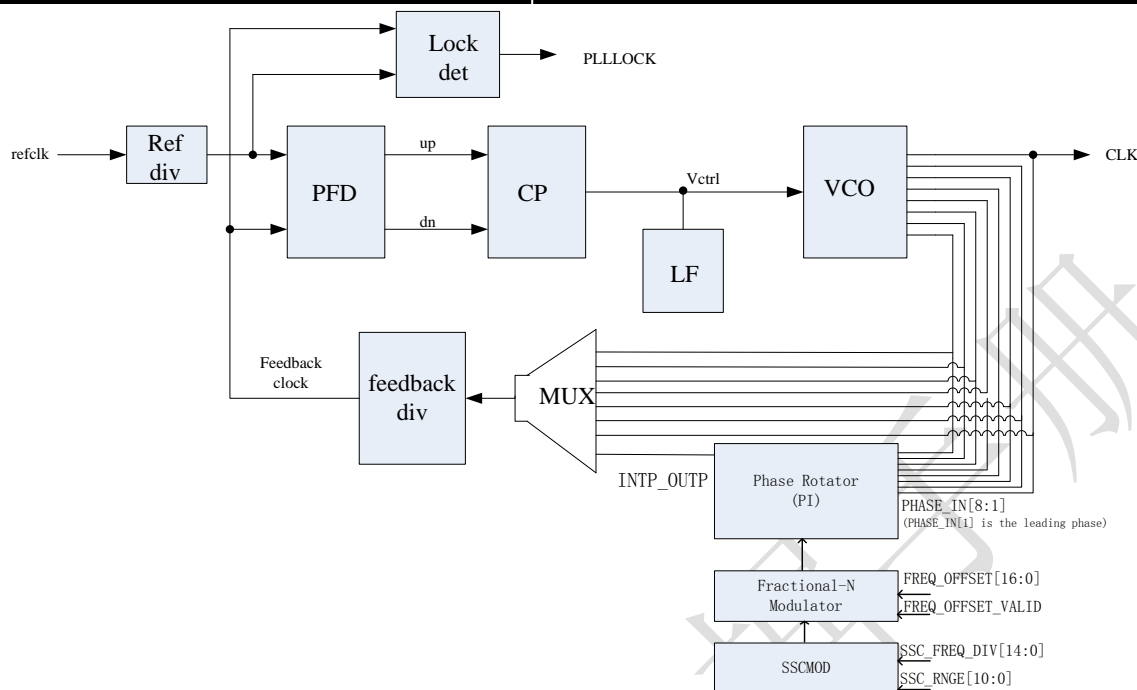

图 2.5-9 : ELF2 系列 PLL 系统架构
如图 2.5-9 所示，小数分频通过相位插值器 (PI) 产生输出时钟 (INTP\_OUT)，和 VCO 输出的八个相位相比，产生偏移量，形成小数值。最高支持 +/-5% 的偏移量，精度为 1ppm。